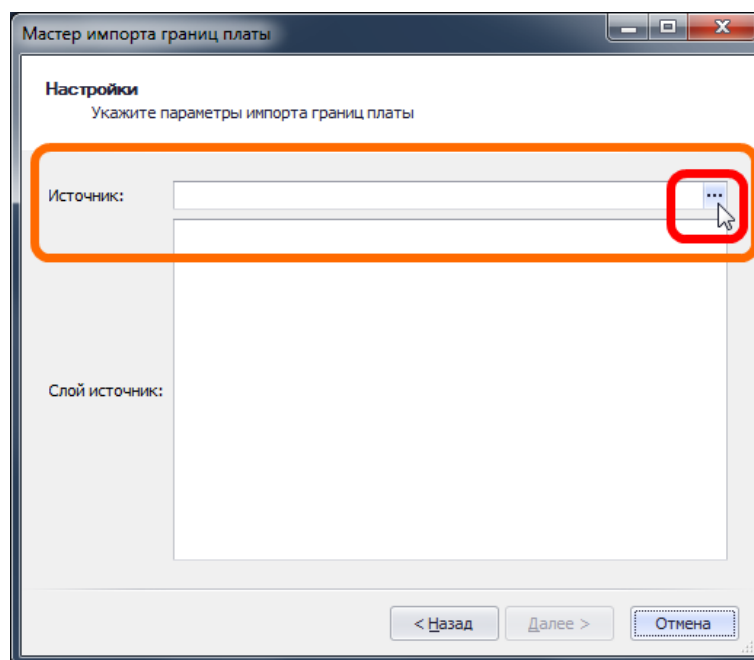

Рис. 694. Выбор файла для импорта dxf
5. Выбрать файл для импорта, нажав кнопку "...", расположенную в правой части поля «Источник», см. Рис. 694.